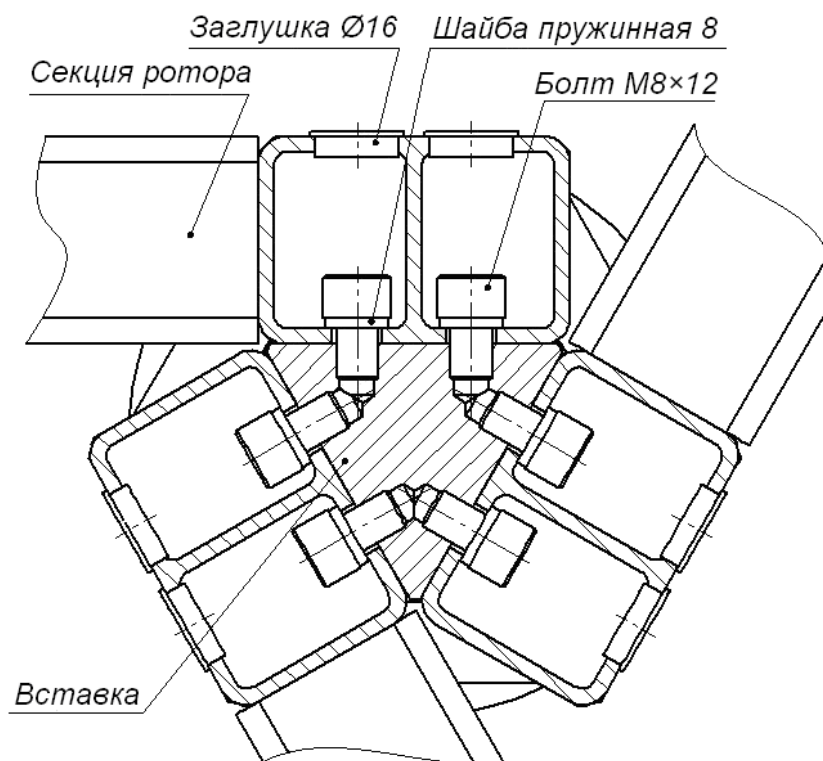

Рисунок 19. Схема соединения секций ротора.
16. Закройте пластиковыми заглушками Ø16 отверстия для болтов соединения секций ротора (2) (см. рис. 19).